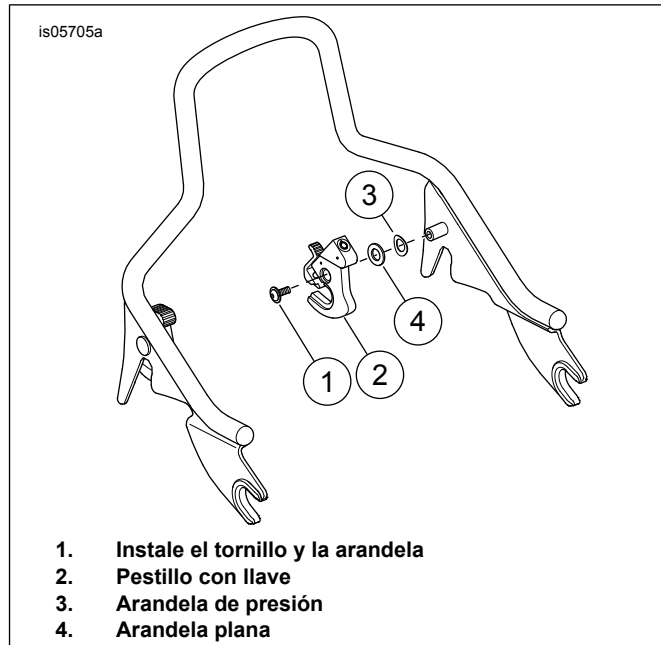

Figura 6. Instalación interior izquierda
2. Vea Figura 6 . Instale la arandela de presión (3) en el buje de montaje izquierdo.
3. Instale la arandela plana (4) del kit en el buje de montaje.
5. Instale el tornillo y la arandela originales (1).